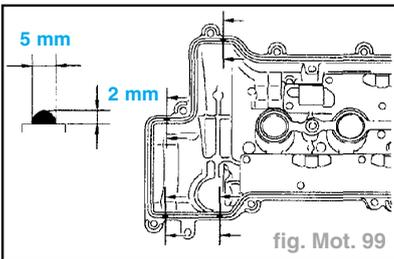

fig. Mot. 99
- Appliquer de la pâte étanchéifiante aux 4 endroits appropriés (fig. Mot. 99).